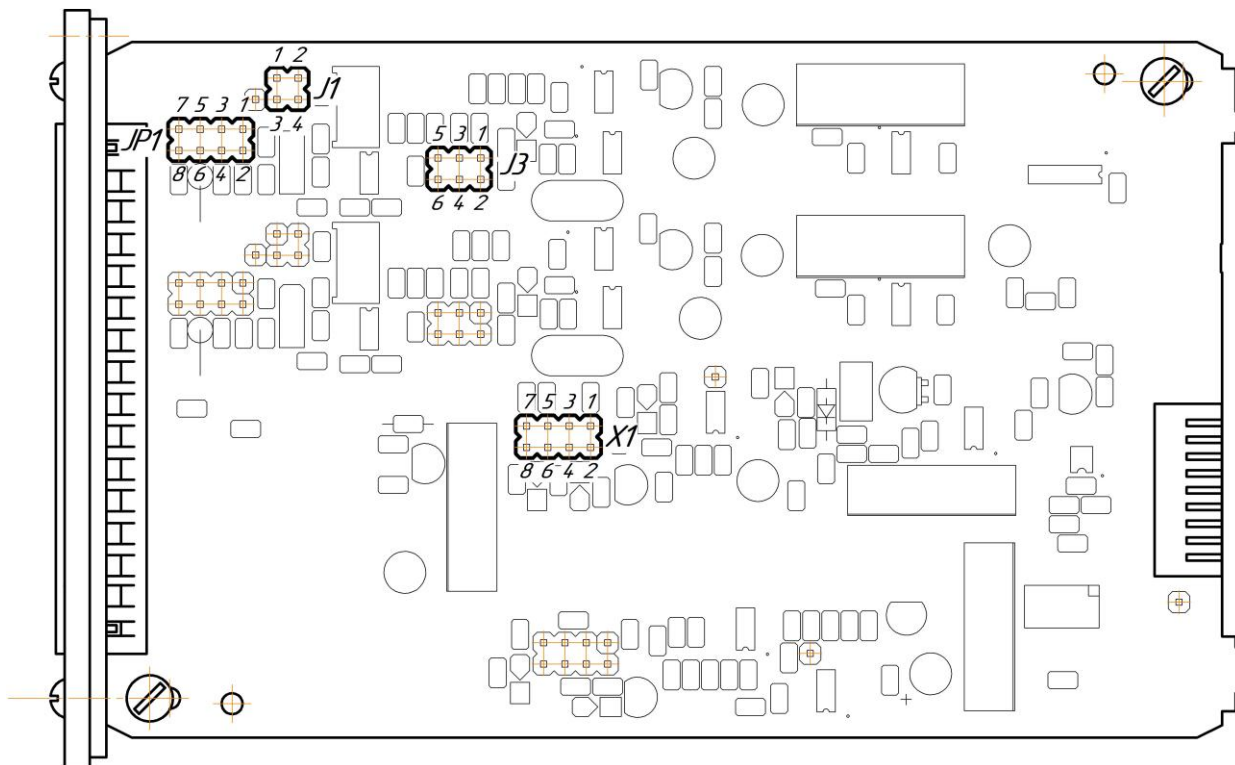

Рисунок 4.2 – Положение перемычек на модуле универсальных входов (корпус индикатора снят)
- установить положение переключателя на модуле универсальных входов в положение согласно выбранному типу входного сигнала (таблица 4.2, рисунок 4.2).
4.5.2 Диапазон изменения выходного аналогового сигнала АО устанавливается перемычками X1 (см. рисунок 4.2) на модуле универсальных входов/выходов. Типы выходного сигнала и соответствующие положения перемычек приведены в таблице 4.3.